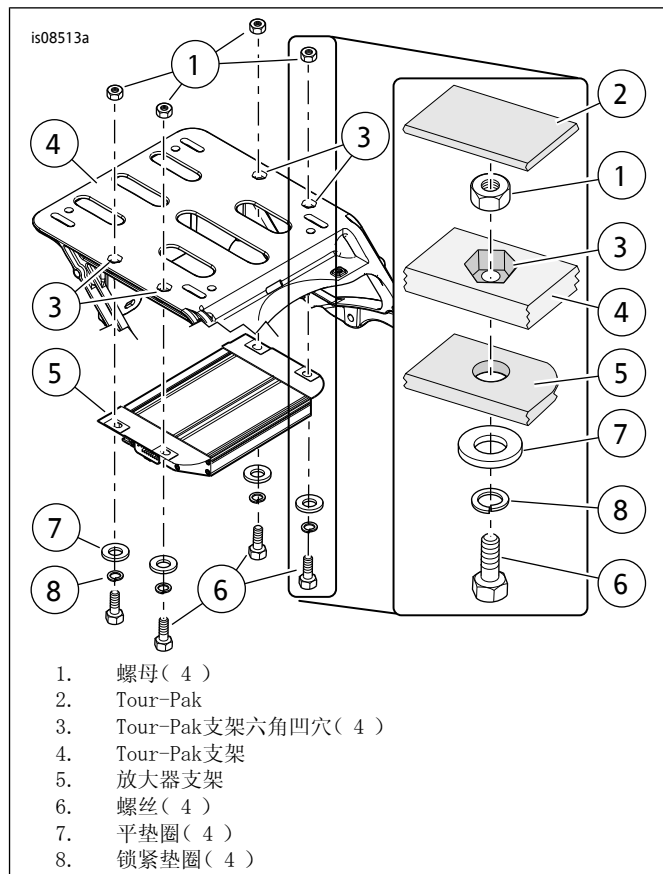

图2。安装放大器
7. 参见图2。将六角螺母(1)放在Tour-Pak支架(5)上的六角凹穴(3)中。